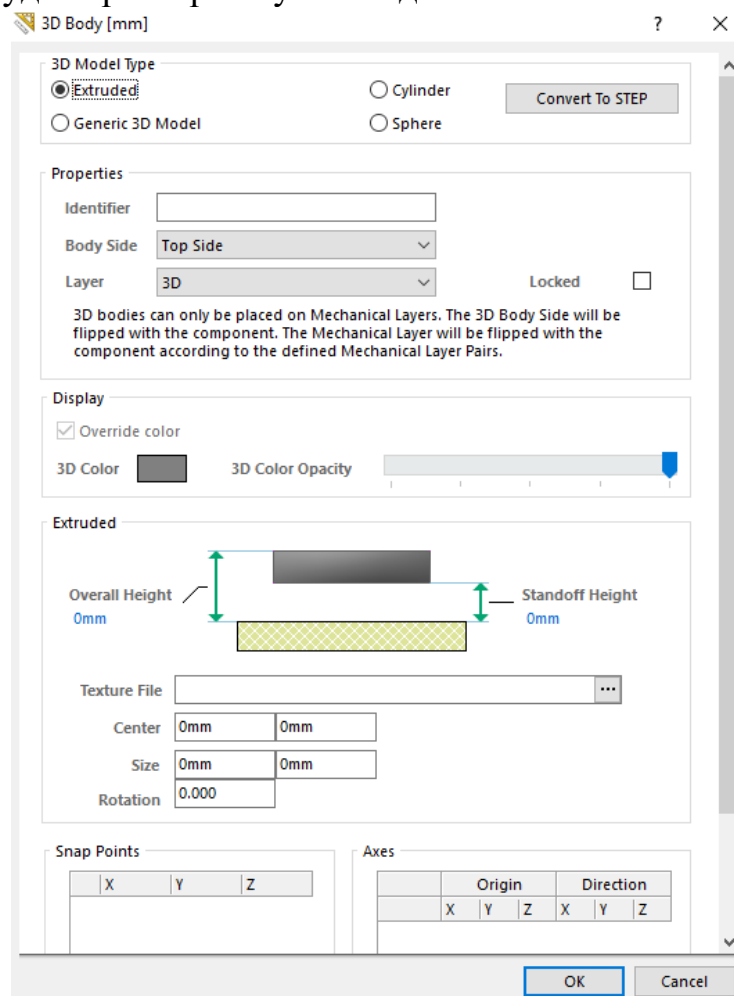

Рис.9. Створення 3D-моделі
- Place > 3D Body** – створюємо 3D модель резистора (Рис.9). У цій лабораторній ми будемо розглядати примітивні 3D моделі. А у наступному семестрі - більш реалістичні.